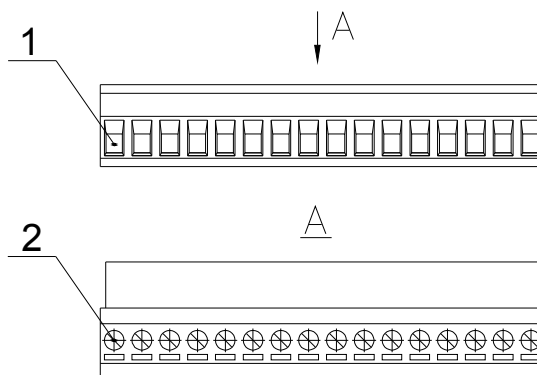

Рисунок 4 – Соединитель
5.2 Соединитель (рисунок 4) предназначен для подключения к каждому контакту одного проводника сечением от 0,35 до 2,50 мм².
6.4 Для подключения проводников к кабельной части соединителя необходимо отверткой соответствующего размера отвернуть винт 2 (рисунок 4). В открывшееся отверстие 1 ввести конец проводника и завернуть винт 2 до упора. Потянув проводник, проверить его крепление.